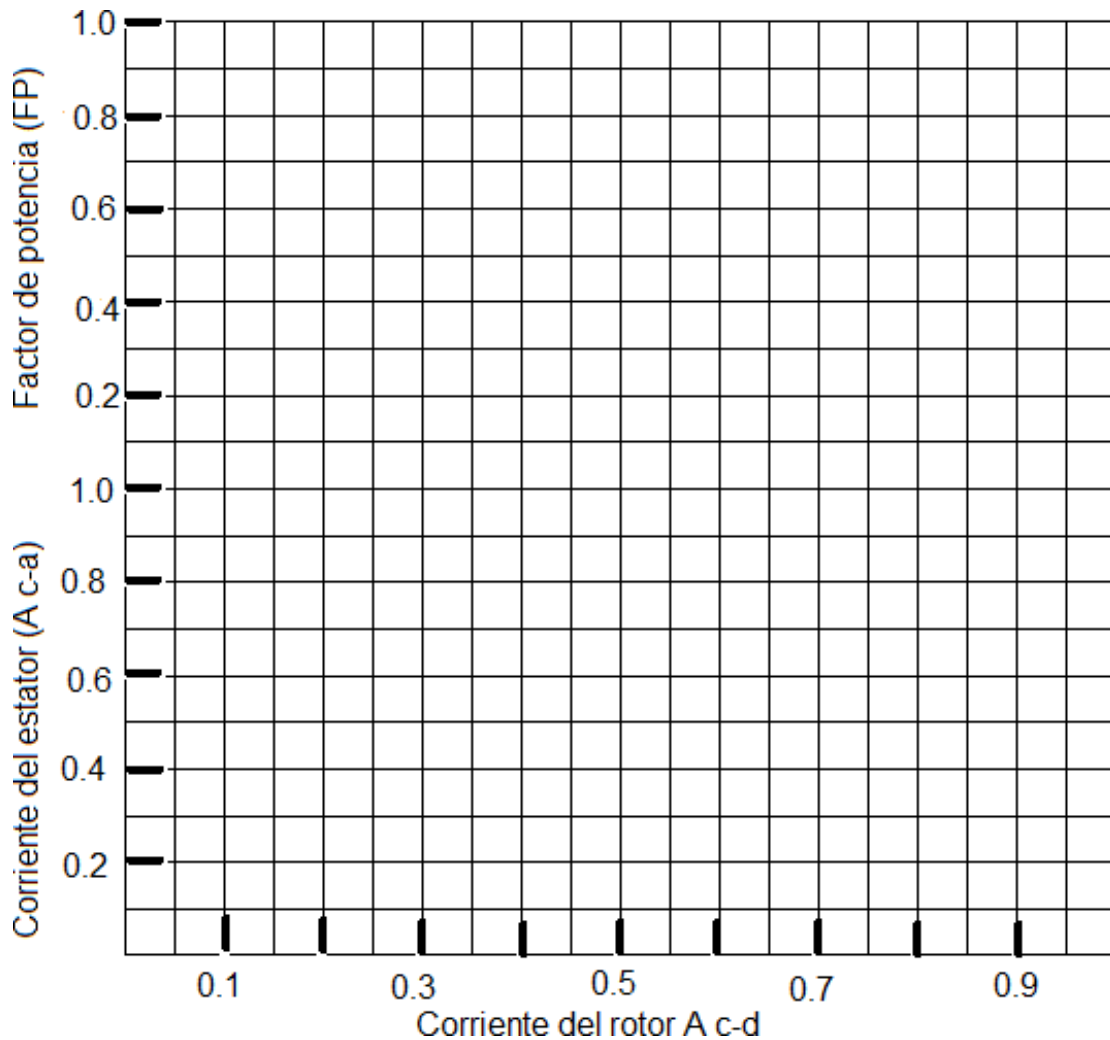

Figura 4
- 6.- a) En la gráfica de la figura 4 marque los valores anotados de corriente alterna en función de los valores de corriente directa según la tabla 1. Trace una curva continua por todos los puntos marcados.
- b) En la gráfica de la figura 4 marque los factores de potencia medidos en función de los valores de corriente según la tabla 1.